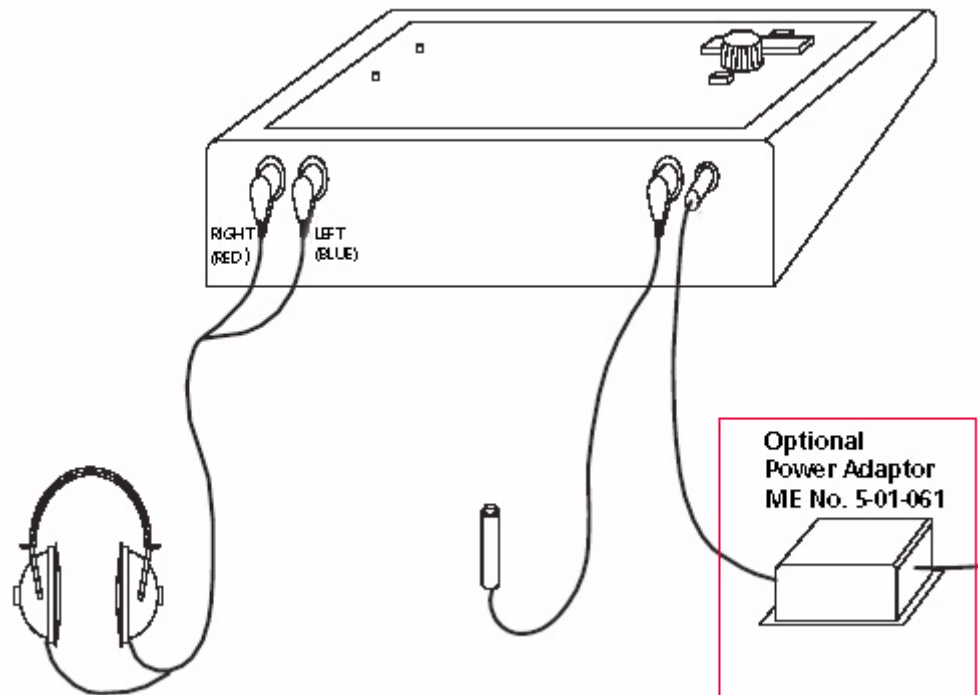
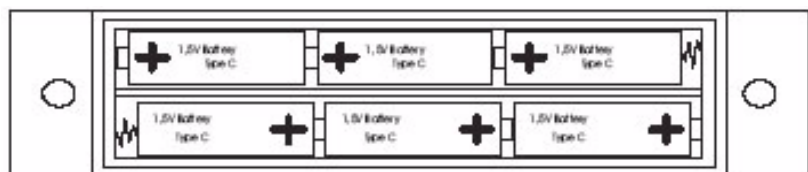

Figure 1 Panneau arrière du Micromate 304.
Figure 2 Compartiment des piles du Micromate 304.
**Connexions** Branchez le casque et le signal patient aux bornes respectives du panneau arrière de l'instrument (voir Fig. 1).
**Alimentation** Retirez les deux vis du couvercle du compartiment des piles situé à la base de l'instrument et insérez 6 piles 1,5 V de type "C" en vous assurant que les pôles sont respectés (voir Fig. 2) ou branchez l'adaptateur d'alimentation secteur optionnel (voir Fig. 1).